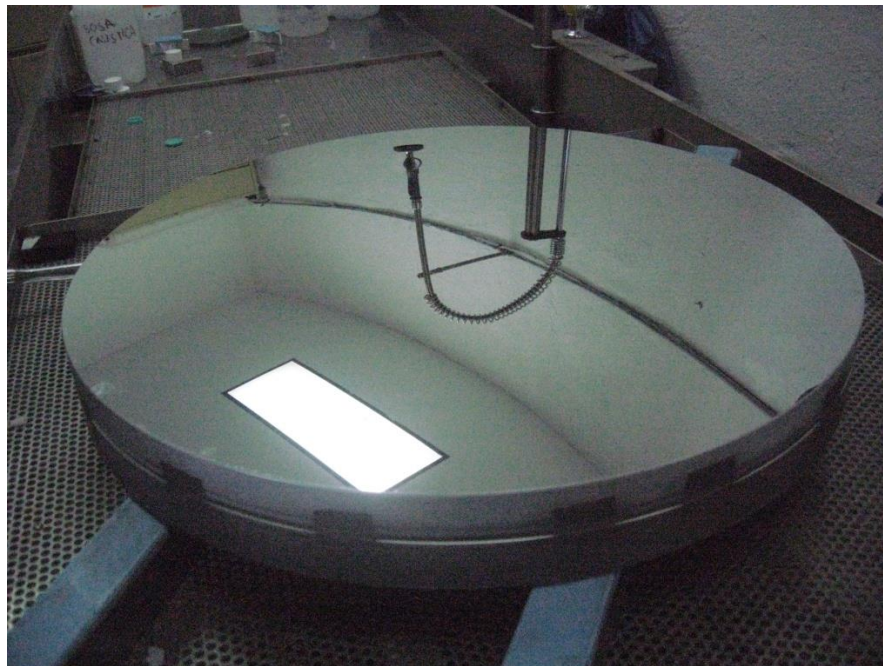

Figura 15: Espejo sobre la tina de acero inoxidable.
- 3.15. Usando la grúa, el espejo se coloca en la tina de acero inoxidable (ver *Figura 15*). Después se coloca la tina en el lugar donde se conecta al suministro de agua.